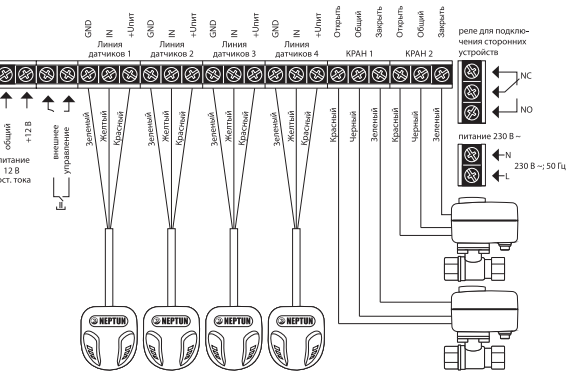

Рис. 3. Схема подключения кранов с электроприводом Neptun 12В к модулю управления Neptun Base Pro SE
Модуль управления Neptun Base Pro SE имеет (см.рис.3):
- К модулю управления Neptun Base Pro SE подвести фазу и ноль согласно схеме подключения (рис. 3), которая изображена на внутренней стороне крышки прибора.
- Выполните соединение проводов в соответствии со схемой подключения, в зависимости от того, какие шаровые краны с электроприводом вы используете (рис. 3). При необходимости, для ввода проводов в коммутационный отсек удалите пластиковую заглушку, расположенную в нижней части корпуса прибора при помощи отвёртки.